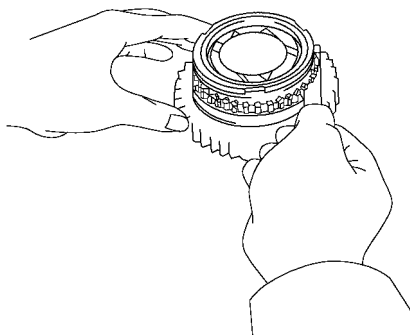

图 12-22 用塞尺测量同步环背部和键轮花键端部之间间隙
2) 使用塞尺测量同步环背部和键轮花键端部之间的间隙，如图 12-22 所示。